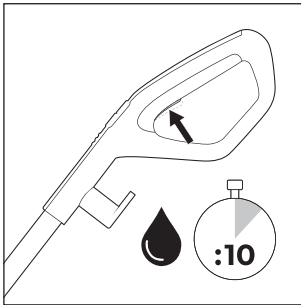
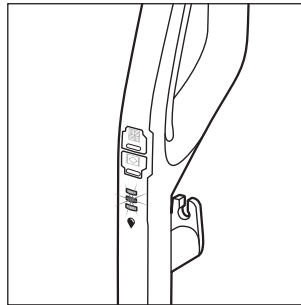

Fig. 18
Fig. 19
- ◆ Antes de cada utilização, mantenha o botão Solução detergente  **15** pressionado durante aprox. 10 segundos, a fim de preparar o rolo de escova **6** com solução detergente (ver fig. 18). O indicador de solução detergente  **12** pisca alternadamente com a cor azul, quando o botão Solução detergente  **15** é mantido pressionado (ver fig. 19).